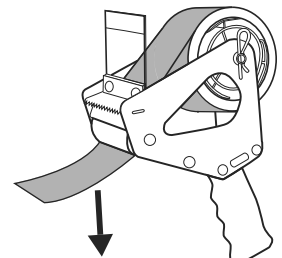

Figure 8
8. Engagez l'extrémité du ruban adhésif dans le dévidoir, le côté adhésif orienté vers le bas. (Voir Figure 8)